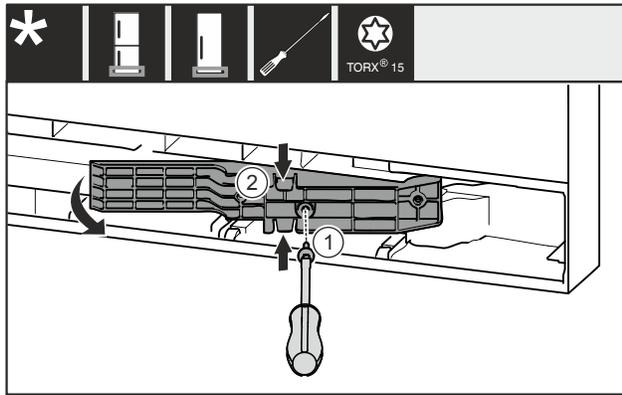

Fig. 17\*
- ▶ Retirer la vis Fig. 17 (1)\*
- ▶ Compresser légèrement l'adaptateur Fig. 17 (2) par le haut et le bas et le retirer.\*